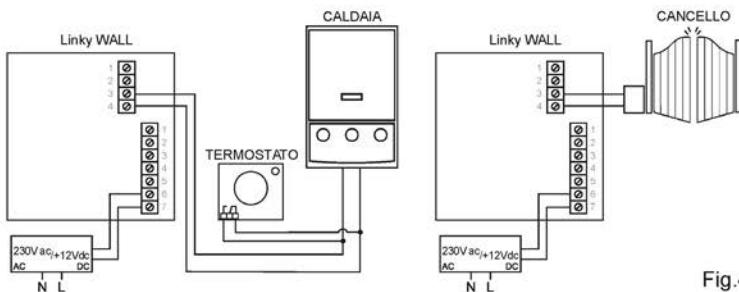
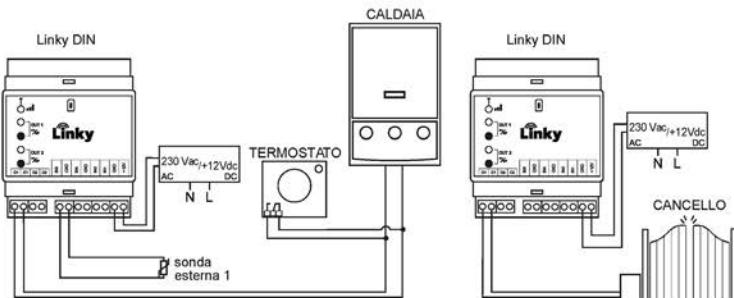

Fig.4
Fig. 9
4. Eseguire i collegamenti elettrici seguendo lo schema di collegamento più appropriato (Fig.4 – ed il paragrafo *Collegamenti elettrici*).
**2.** Eseguire i collegamenti elettrici seguendo lo schema di collegamento più appropriato (Fig.9).
Gli esempi di collegamento riportati in Fig. 4 (modello WALL) e Fig.9 (modello DIN) rappresentano la modalità classica di installazione di Linky come cronotermostato. L'OUT1 è collegato in parallelo al termostato ambiente preesistente, di conseguenza quando tale uscita è disattiva la temperatura viene regolata tramite il termostato ambiente preesistente.